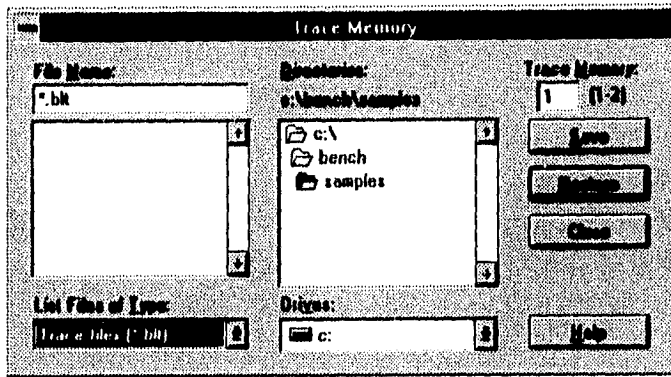

Figura 4.48
2. Seleccionar Image/Trace memory... de la barra de menú. El cuadro de diálogo TRACE MEMORY de la Figura 4.48 aparecerá.